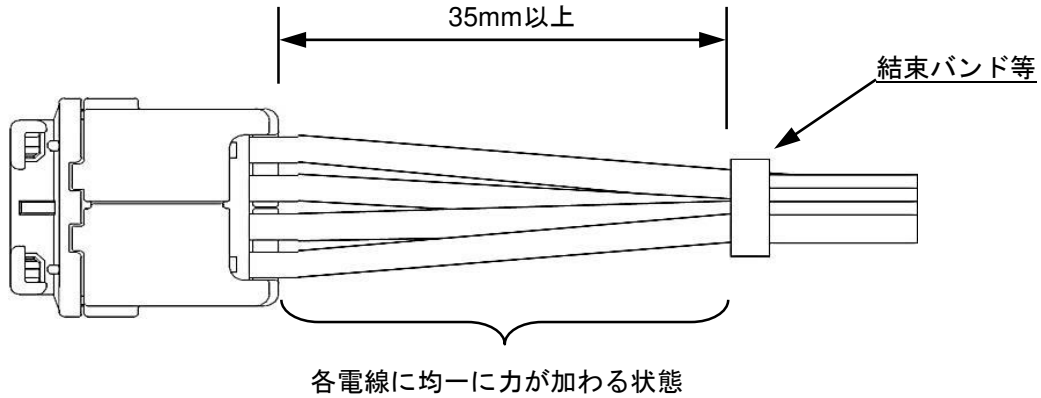

Fig.7-1 適切なハーネス結束状態
- ① 電線の結束は、コネクタから 35mm 以上のところで、電線に加わる力が均一になるようにしてください。**(Fig.7-1)**